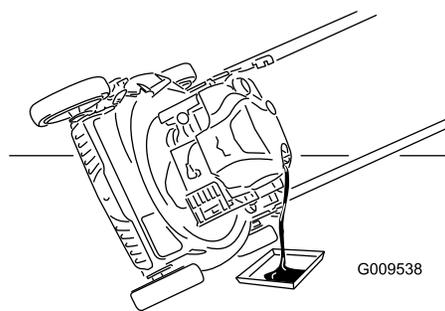

Рисунок 24
3. Для слива отработанного масла через маслозаливной патрубок переверните машину набор воздушным фильтром вверх (Рисунок 24).